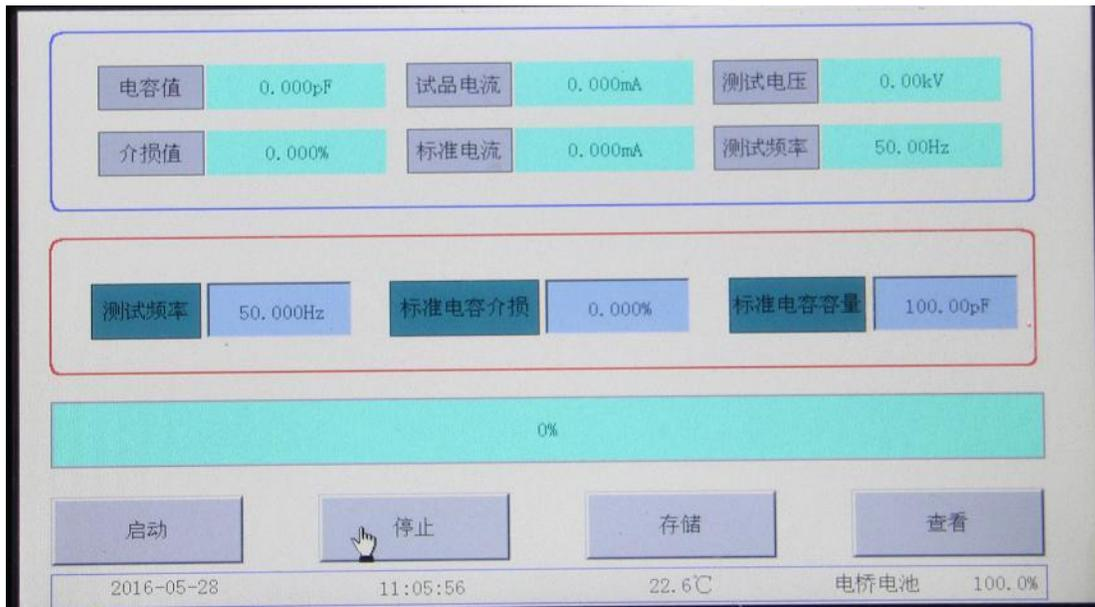

图8初始画面
3. 当启动完毕后会显示初始画面, 如图8所示
测试完毕可以点击**停止按钮**，返回到图8初始画面。
在查看界面下 点击**返回按钮**，会返回到图8初始画面。